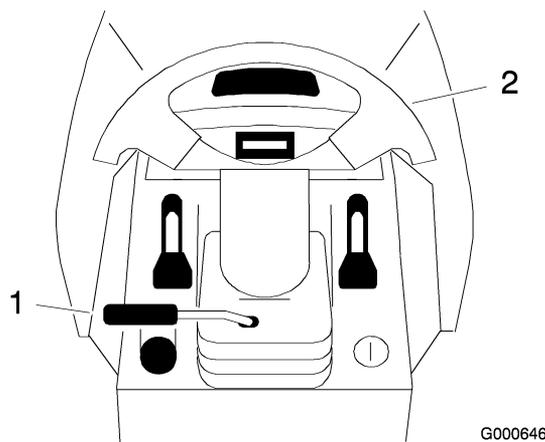

Figure 26
1. Soulevez le levier d'inclinaison pour débloquer le volant (Figure 26).